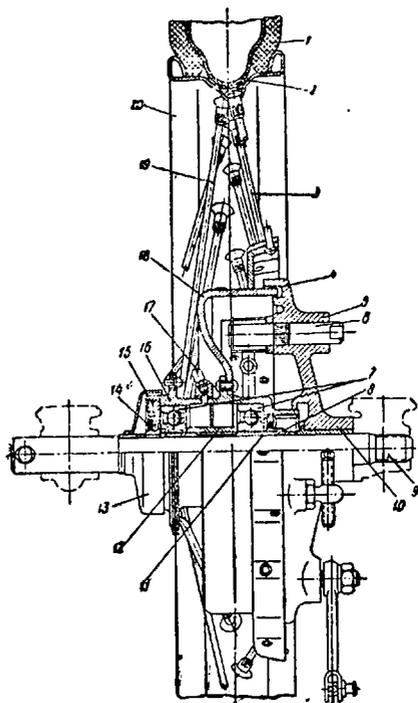
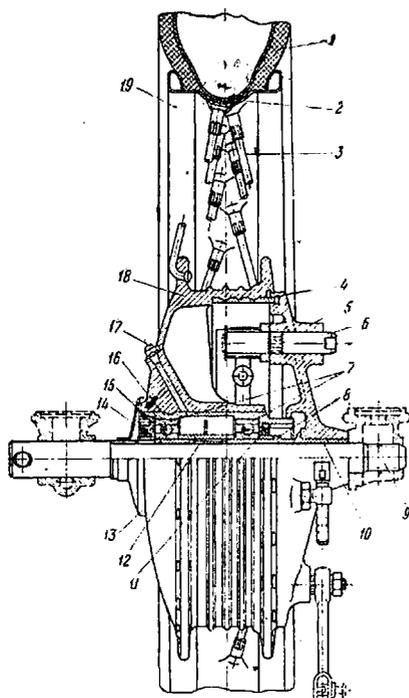

Рис. 36. Колесо мотоциклов М-61, М-62 со стальной ступицей:
Рис. 37. Колесо мотоциклов М-61, М-62 с алюминиевой ступицей:
**Колеса мотоциклов М-61 и М-62.** На обоих мотоциклах могут быть установлены колеса или со стальными (рис. 36) или с алюминиевыми ступицами (рис. 37).
К стальным ступицам приклепаны стальные тормозные барабаны (рис. 36), к которым приварены фланцы для коротких спиц. Фланец для длинных спиц выполнен как одно целое со ступицей. Спицы (40 шт.) диаметром 5 мм, разной длины; у длинных спиц (20 шт.) головки загнуты, короткие спицы прямые. Чтобы предохранить прямые спицы от проворачивания при наворачивании ниппеля, около их головок имеется два выступа, которые входят в соответствующие пазы у отверстия под спицы во фланце ступицы.
Колеса с алюминиевыми ступицами мотоциклов М-61 и М-62 (рис. 37) по внешнему виду напоминают колеса мотоцикла К-750 и имеют все спицы равной длины с загнутыми головками. Устройство алюминиевой ступицы аналогично устройству стальной ступицы. На мотоцикла эти колеса также устанавливаются с переходными втулками.